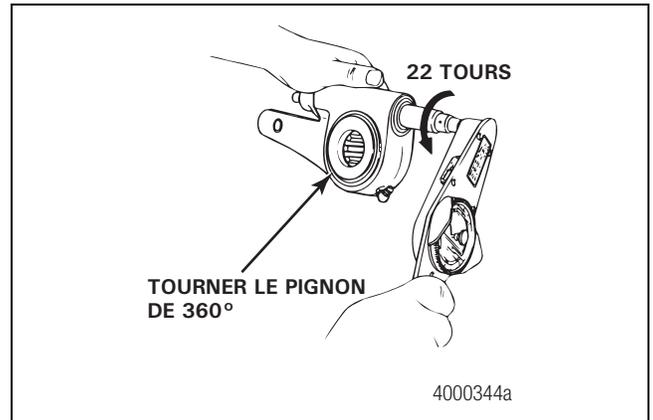

Figure 3.12
4. Vérifier l'effort de rotation du pignon du dispositif de rattrapage de jeu. Utiliser une clé dynamométrique pour tourner l'écrou de réglage dans le sens ANTIHORAIRE (Figure 3.12) et ainsi entraîner le pignon d'un tour complet (ce qui correspond à 22 tours de clé) tout en notant les valeurs à l'échelle de la clé. La valeur relevée pendant la rotation du pignon doit être inférieure à 45 lb-po (5 N•m).